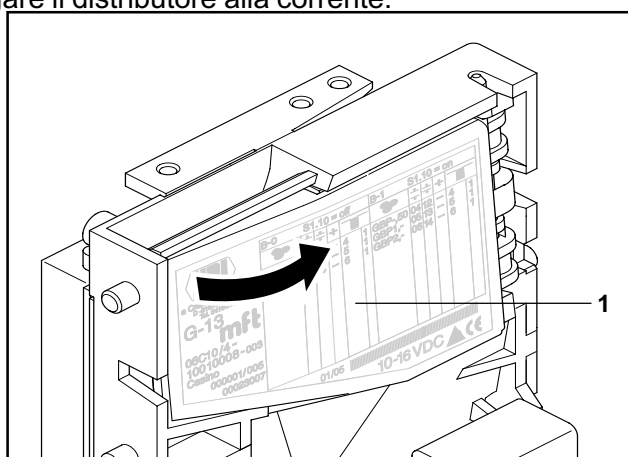

Fig. 6: Aprire il supporto della corsia di scorrimento del riconoscitore
- 2 Aprire con cautela il supporto della corsia di scorrimento **1** sulla parte sinistra e tenerlo aperto (vedi Fig. 6).